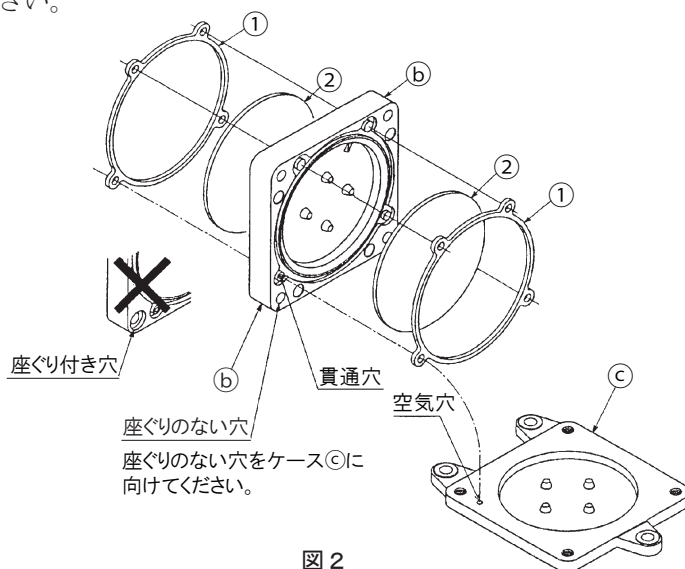

図2
2. 古いパッキン①とフィルタ② (それぞれ2枚) を取り外し、ケースb、cの内面をよく清掃してください。
3. 新しいフィルタ②とパッキン①を図2に従ってケースbの両面に取り付けてください。パッキン①はケースbの溝に押し込み正しく取り付けてください。(フィルタとパッキンに表裏はありません。) パッキン①を2個とも取り付けした後、フィルタ②をケースbの両面に嵌め込んでください。
4. 次にケースbの貫通穴とケースcの空気穴が合致するようにケースbにcを合わせます。(図2参照)